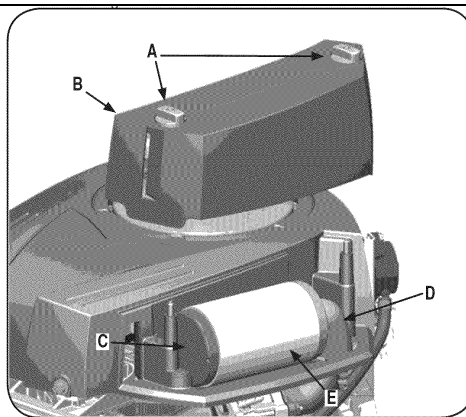

Рис. 11
1. Отсоедините быстро съемные фиксаторы (A) и снимите крышку (B). См. рисунок 11
2. Извлеките цилиндрический катридж (C), приподняв его за конец и потянув его от впускного отверстия (D).